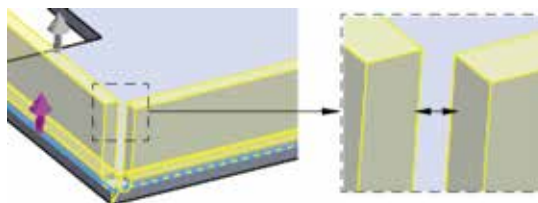

图 5.14 间隙
-  文本框：用于设置相邻钣金壁之间的间隙，如图 5.14 所示。